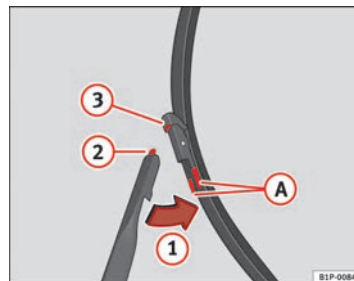

Abb. 148 Scheibenwischerblätter vorne auswechseln
- Drücken Sie auf die Sperrtasten **A** und nehmen Sie das Wischerblatt in Richtung Pfeil **1** ⇒ Abb. 148 heraus.
- Setzen Sie die Lasche ② in die Aufnahme ③ im Wischerblatt ein ⇒ **Abb. 148**.
- Drücken Sie das Wischerblatt gegen die Richtung des Pfeils ① zum Wischerarm, bis ein Klicken zu hören ist ⇒ **Abb. 148**.